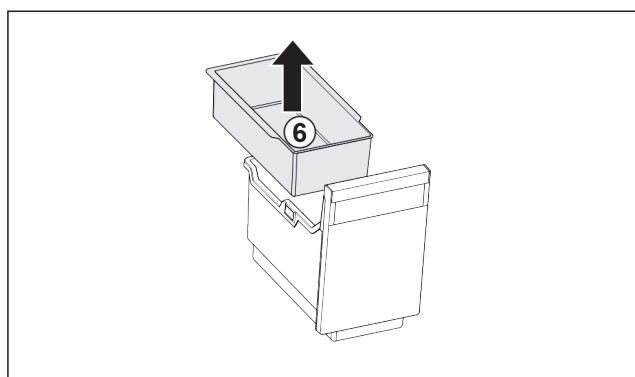

Fig. 81
- Vyjměte závěsnou misku Fig. 81 (6).